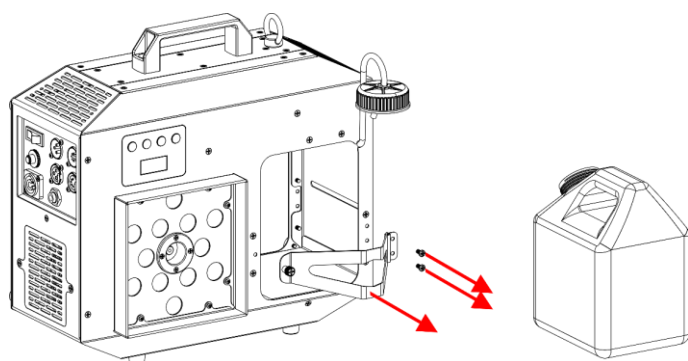

Fig. 12
- 07) Retirez les 2 vis et le **support du réservoir de liquide (03)**, comme indiqué sur la Fig. 12.